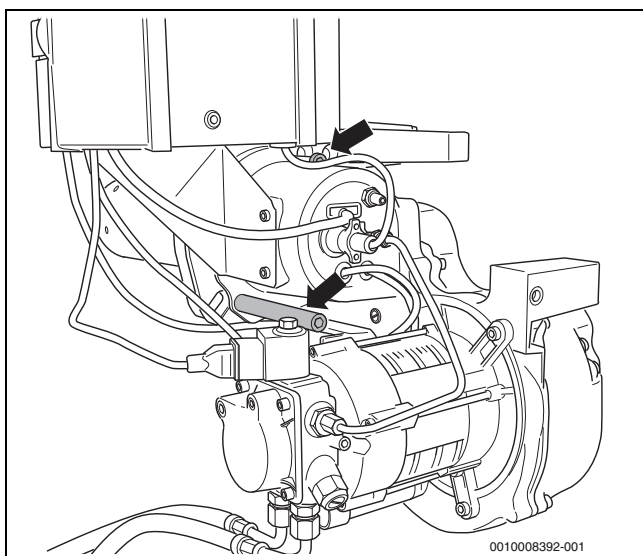

Рис. 35 Отверните винты байонетного соединения
- ▶ Ослабьте оба винта байонетного соединения (→ рис. 35, показаны стрелками).